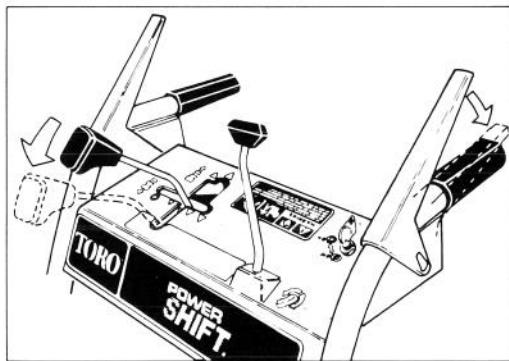

Figure 14
2. Pour orienter le roues vers l'avant ou vers l'arrière, tirez la commande de conversion sans la relâcher jusqu'au bout vers l'avant en position Power Shift (fig. 14).
3. Engagez entièrement le levier d'entraînement de traction pour régler les roues en position Power Shift (fig. 14 et 15).